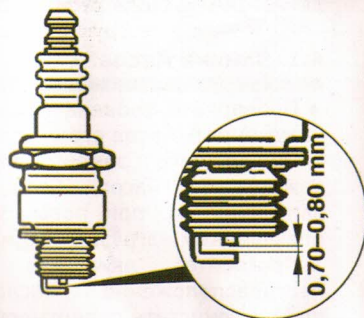

Рис.10
- Проверьте величину зазора между заземляющим и центральным электродами, используя специальный щуп, при необходимости установите зазор 0.7 – 0.8 мм (рис.10).